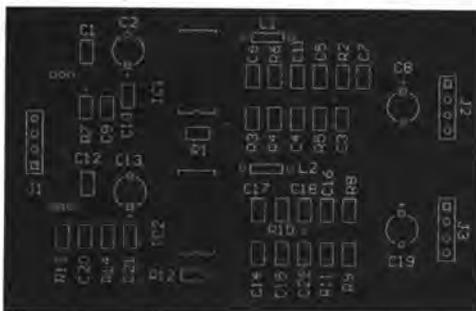

图 8-133 顶层敷铜
- [7] 完成设置，单击 **确定** 按钮，开始敷铜，用“十”字光标沿电气边界确定敷铜区域，敷铜后如图 8-133 所示。